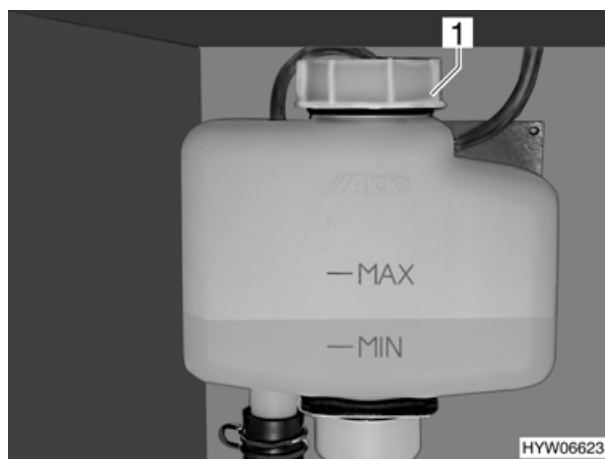

Fig. 94 Vaso d'espansione del riscaldamento ad acqua calda
- ▷ Controllare periodicamente il livello del liquido nel vaso d'espansione (Fig. 94). Il vaso d'espansione del riscaldamento si trova nell'armadio.
- Controllare se il livello del liquido nel vaso di espansione (Fig. 94) è tra la riga del "MIN" e del "MAX".
- Aprire il coperchio (Fig. 94,1) del vaso di espansione.